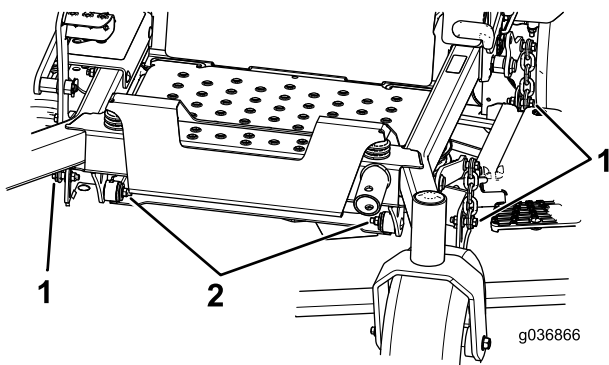

Рисунок 84
8. Отверните болты и гайки с обеих сторон машины и сохраните их (Рисунок 84).